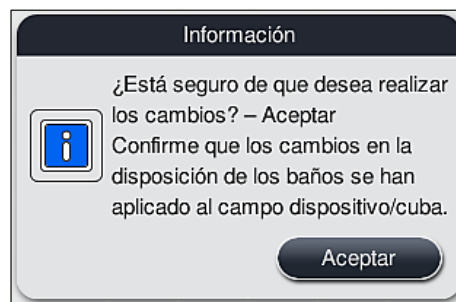
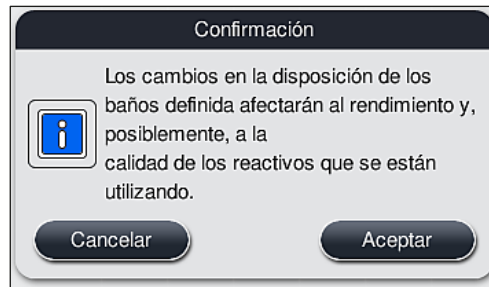

Fig. 62
Fig. 63
2. Tenga en cuenta los mensajes informativos que siguen (→ "Fig. 62") (→ "Fig. 63") y confírmelos o pulse **Cancelar** (→ "Fig. 63") para volver a la pantalla de la disposición de los baños.